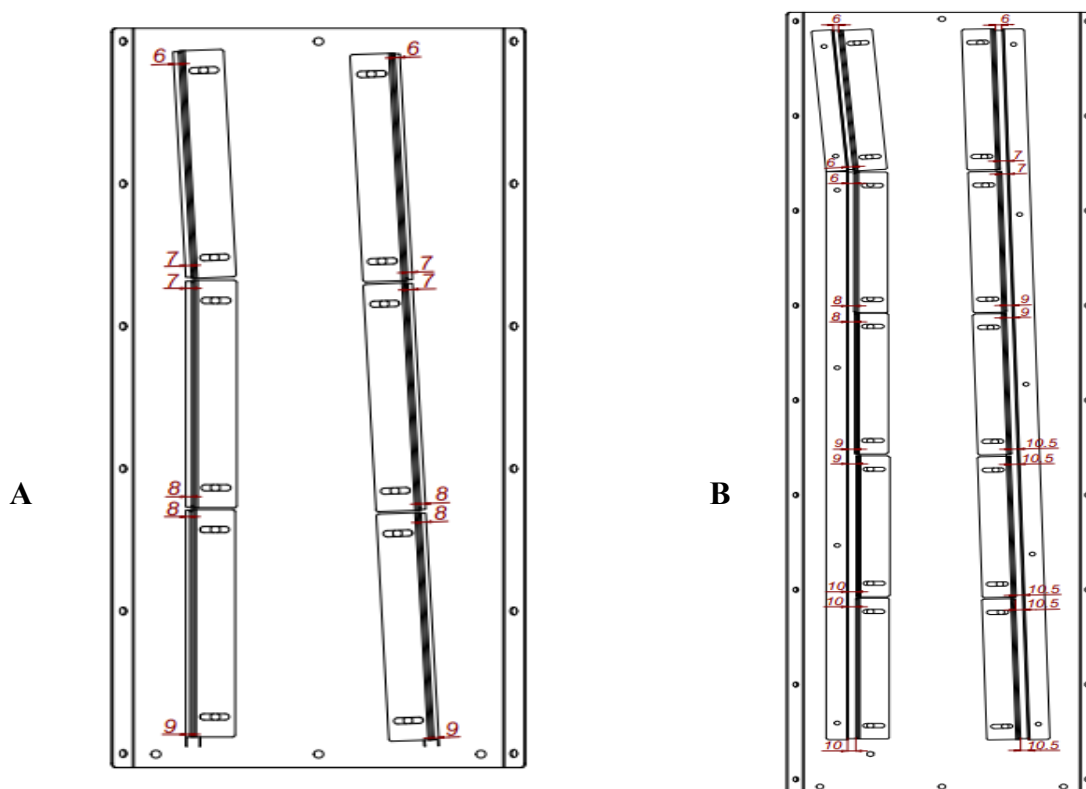

Abbildung 3.2
- Die Breite der Schlitze kann eingestellt werden (Abb. 3.2).